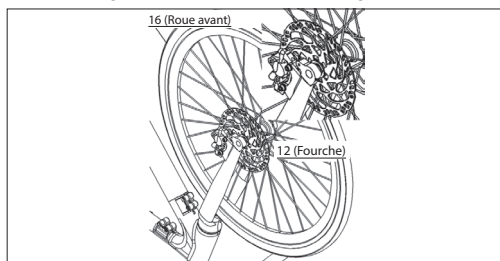

Figure 4-3
- Placez la roue avant dans la fourche avant, en veillant à insérer soigneusement le disque entre les étriers de frein, comme indiqué dans la **Figure 4-3**.